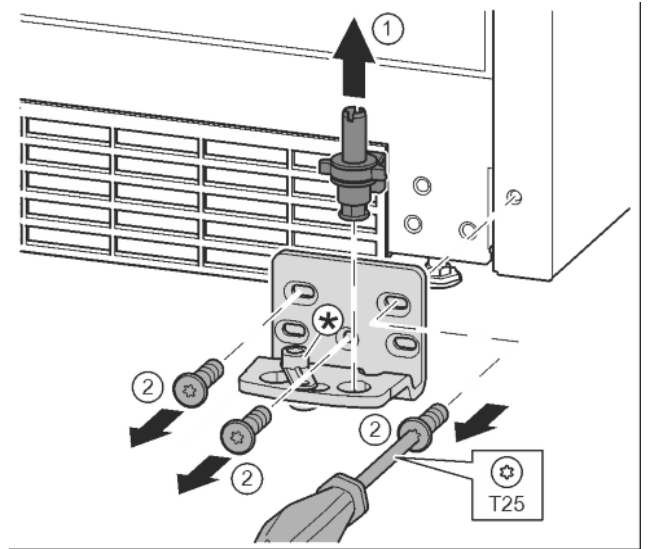

Fig. 14
- ▶ Lagerbolzen komplett nach oben herausziehen. Fig. 14 (1)
- ▶ Schrauben mit Schraubendreher T25 herausdrehen und Lagerbock abnehmen Fig. 14 (2)